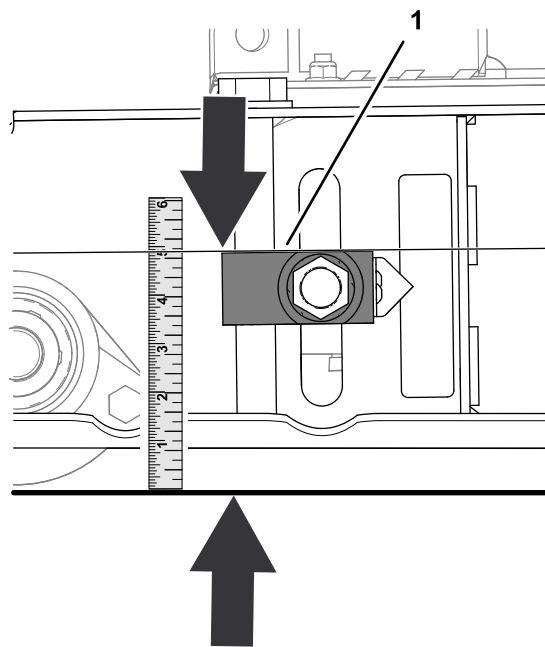

Figura 75
2. Mida la distancia entre la parte superior del bloque del ajustador y el suelo (Figura 75).